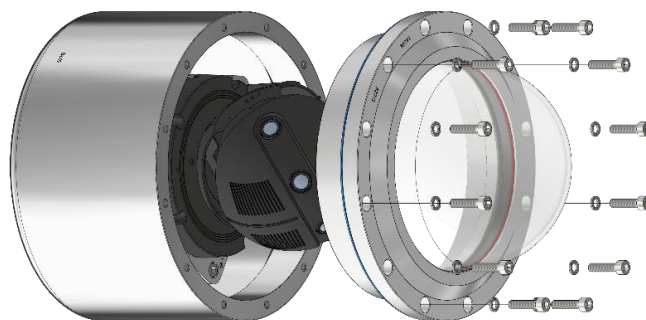

Abb.6-1: Öffnen der ExCam T08-VA4.1K.PS1
- Der Kuppelflansch ist vorsichtig und lotrecht herauszuziehen (vgl. Abb.6-1). Es besteht Gefahr durch Verkantung! Durch entstehenden Unterdruck kann das Entfernen des Flansches ggf. schwerfällig sein.